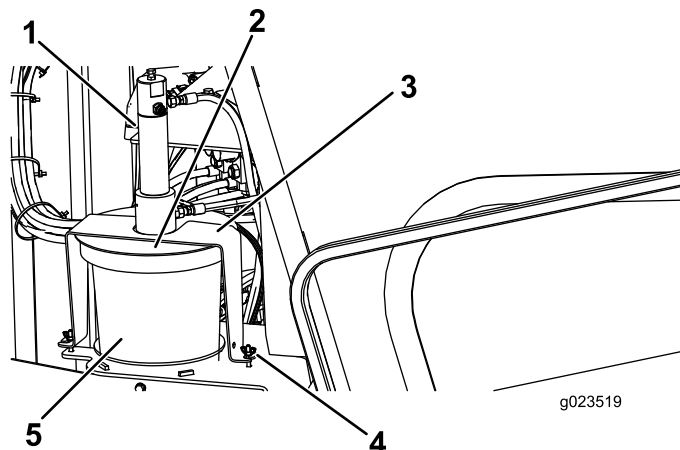

Figura 89
3. Solte as porcas-borboleta que fixam a abraçadeira da tampa à máquina (Figura 89).
4. Gire a tampa e puxe a abraçadeira, liberando-a dos parafusos retentores (Figura 89).
5. Levante o conjunto da tampa para longe do reservatório vazio de lubrificante de rosca (Figura 89).
7. Posicione o êmbolo no novo reservatório e encaixe o conjunto da tampa sobre o reservatório (Figura 89).
8. Posicione a abraçadeira sobre parafusos retentores e gire a tampa para encaixar a abraçadeira nos parafusos (Figura 89).